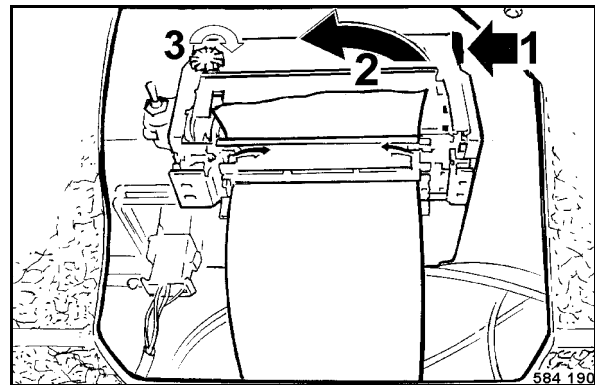

fig. 107
- Relever la languette au point 1 (fig. 107) et extraire le ruban encreur (2) de l'imprimante.
- Installer un ruban encreur neuf dans le guide de l'imprimante, d'abord à gauche, puis enfoncer à la languette (1).
- Tourner le bouton (3) dans le sens de la flèche pour tendre le ruban.